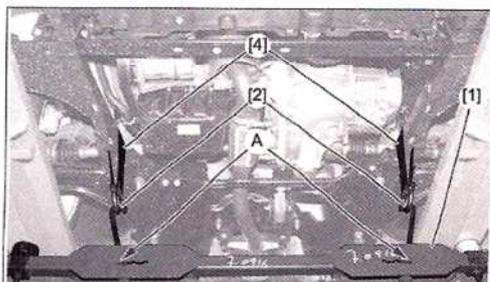

FIG. 61
- Colocar las cinchas [4] equipadas de sus manillas [2] en la cuna (Fig.61).